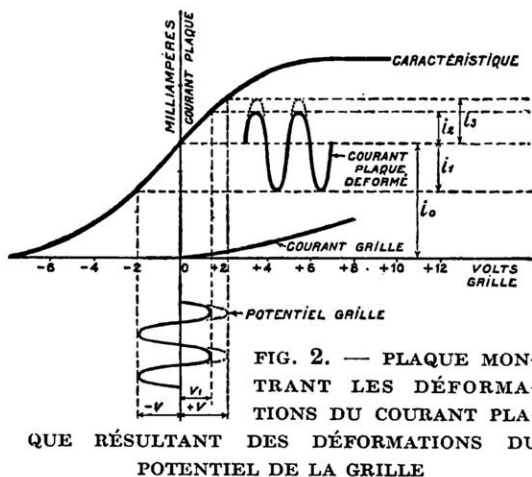
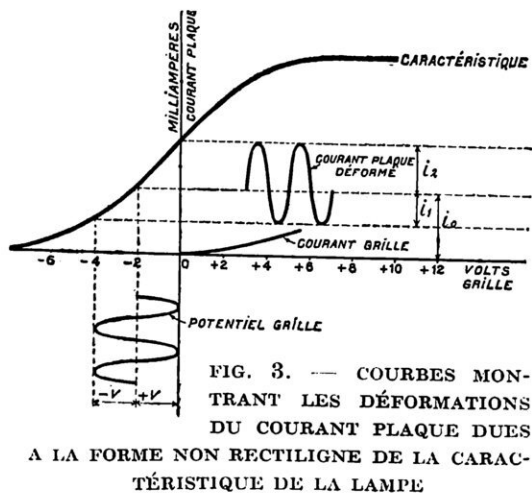

FIG. 2. — PLAQUE MONTRANT LES DÉFORMATIONS DU COURANT PLAQUE RÉSULTANT DES DÉFORMATIONS DU POTENTIEL DE LA GRILLE
FIG. 3. — COURBES MONTRANT LES DÉFORMATIONS DU COURANT PLAQUE DUES A LA FORME NON RECTILIGNE DE LA CARACTÉRISTIQUE DE LA LAMPE
compte en étudiant la caractéristique de la lampe travaillant en amplificatrice basse fréquence. Deux cas peuvent se présenter : 1° la grille de la lampe B. F. est reliée directement à la borne négative du filament ; 2° une batterie de piles sèches rend la grille négative par rapport au filament. Dans le premier cas, le potentiel de la grille au repos est au zéro. Le potentiel variable aux bornes du secondaire du transformateur d'entrée lui impose des variations de voltage $\pm v$ (voir fig. 2). Mais, en raison du courant grille (1), les oscillations positives ne peuvent pas atteindre cette valeur et le potentiel grille oscille, en fait, entre $-v$ et $+v_1$, ou $v > v_1$; les variations déformées du potentiel grille provoquent, évidemment, des variations également déformées du courant plaque, comme on peut s'en rendre compte en examinant la courbe du courant plaque sur la figure 2. Nous voyons que le courant
(1) Se reporter à l'article de notre collaborateur M. Constantin Vinogradov, intitulé : « Comment choisir un bon radio-récepteur », page 503, n° 90 de décembre 1924.
Passons au deuxième cas (grille négative par rapport au filament). Supposons que le potentiel négatif de la grille au repos soit de $-2v$. Le courant grille n'existant pas dans les limites d'oscillation du potentiel grille (voir fig. 3), la valeur de ce dernier augmentera et diminuera d'une façon symétrique. Si la caractéristique de la lampe était une droite, cette variation symétrique du potentiel de la grille entraînerait des variations également symétriques du courant. Mais, la caractéristique de la lampe n'étant jamais absolument rectiligne, les variations du courant plaque subissent des déformations comme l'indique la courbe de la figure 3. Cette asymétrie des variations du courant plaque serait encore plus prononcée si l'on
Il va nous falloir d'abord tailler les deux pièces de bois de 1 mètre de long, de façon à les joindre en une croix sur laquelle s'enroulera le fil. Pour cela, on taillera au centre de chaque morceau une encoche de 1 cm. 5 de largeur, de 2 cm. 5 de profondeur, comme le montre la figure 1 de la planche 10. En plaçant l'une sur l'autre les encoches taillées dans chacun des morceaux de bois (fig. 2), on obtiendra un montage en croix représenté figure 3.